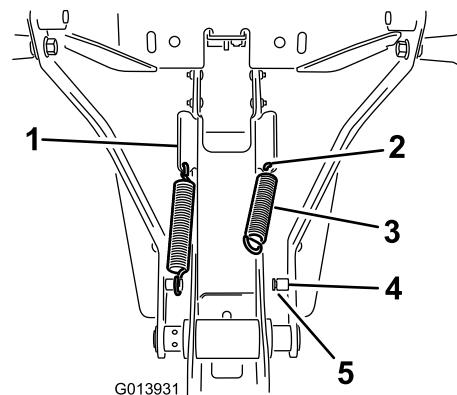

Bild 7
- Setzen Sie die Feder in das Loch im unteren Ende der abgewinkelten Nase an der Seite des Rahmens ein (Bild 7).
- Haken Sie ein Ende der Feder in das Loch ein (Bild 7).
3. Stellen Sie sicher, dass das Federende ordnungsgemäß in der Kerbe der Strebe sitzt. (Bild 7).